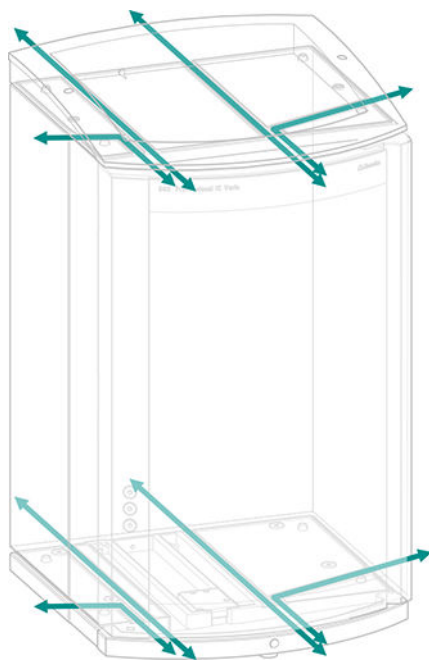

图5 毛细管通道
- 仪器和底盘间以及仪器和瓶架间的通道 (参见图5, 第14页)